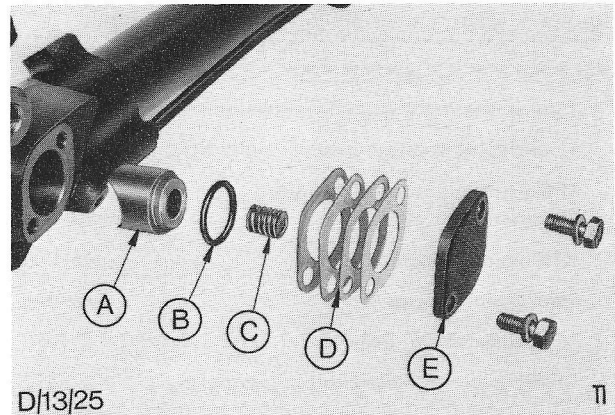

Fig. 16. Tandheugeldrukstuk - Onderdelen.
7. Verwijder de twee bouten en neem het dekseltje, de vulplaatjes, de afdichtring, de veer en het tandheugeldrukstuk uit het huis, zie fig. 16.